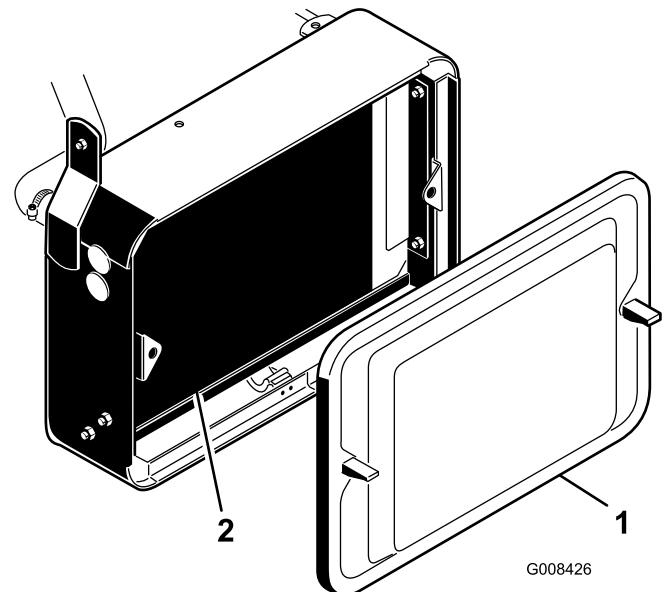

Figura 45
1. Rimuovete la griglia del radiatore (Figura 45).